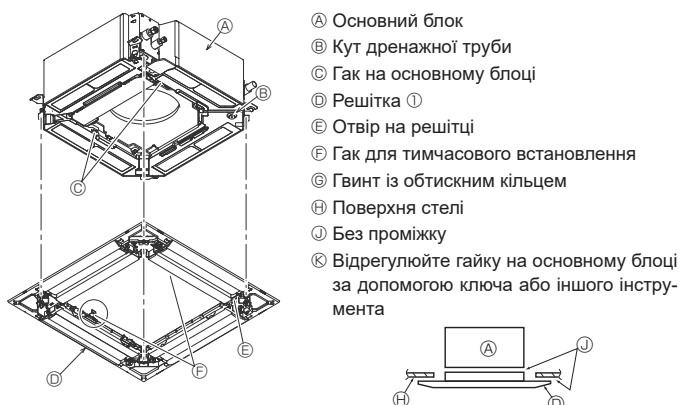

Fig. 9-6
9.4.2. Тимчасове встановлення решітки (Fig. 9-6)
- Зафіксуйте решітку на основному блоці, затягнувши попередньо встановлені гвинти. (Fig. 9-6)
Переконайтеся, що між основним блоком і решіткою або між решіткою та поверхнею стелі відсутні щілини. (Fig. 9-6)